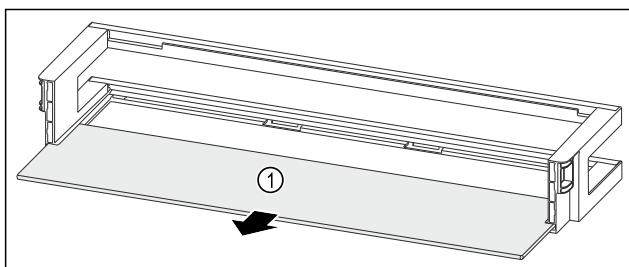

Fig. 91 Raft montat pe ușă cu raft
- Extragăti raftul Fig. 91 (1).